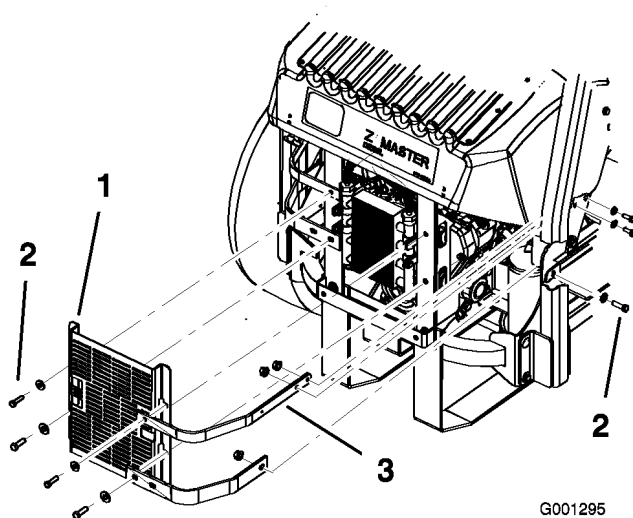

Figura 61
3. Togliete i quattro bulloni che fissano lo schermo del radiatore dell'olio al telaio posteriore, (Figura 61).
4. Togliete i tre bulloni che fissano le cinghie del motore alla fiancata della macchina (Figura 61).
12. Montate lo schermo del radiatore dell'olio e le cinghie del motore sul telaio posteriore, con i 4 bulloni precedentemente rimossi (Figura 61).
13. Montate le cinghie del motore sulla fiancata della macchina (Figura 61).